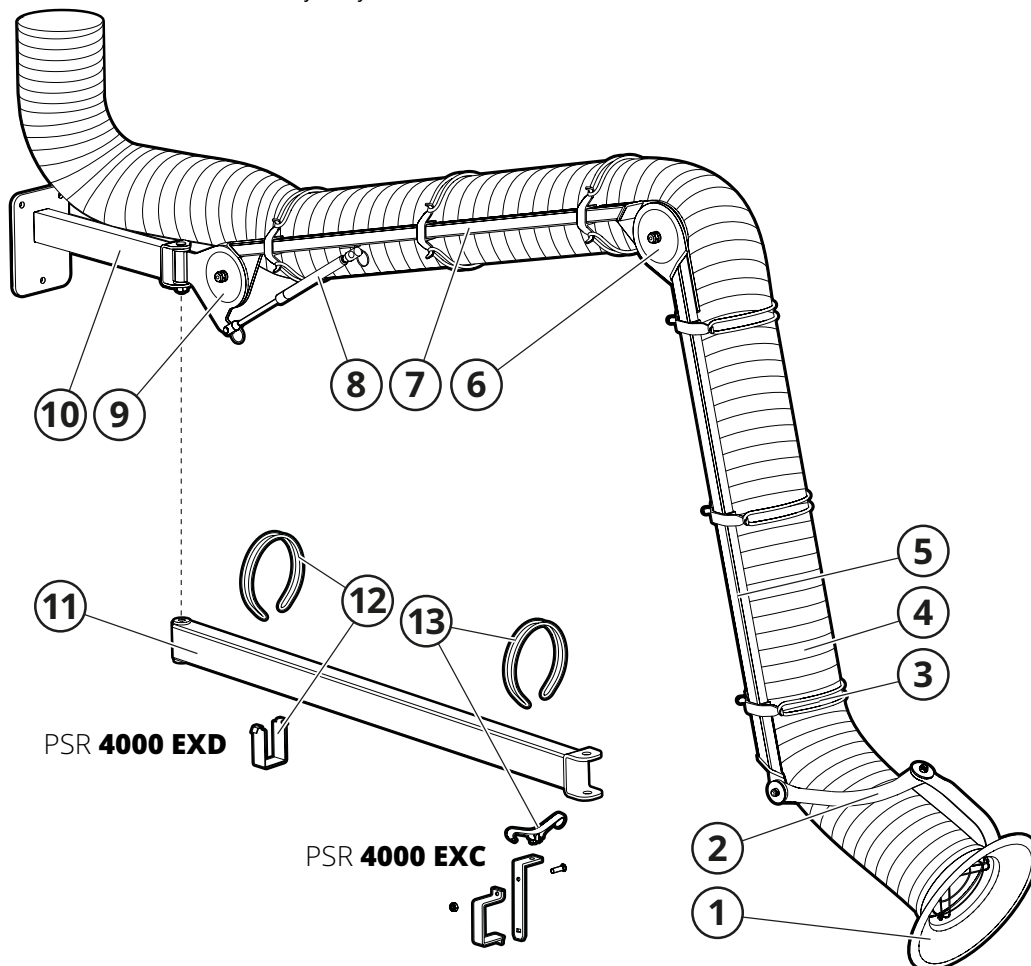

Fig. 2
Siehe **Fig. 2**.
Der Punktabsauger wird standardmäßig an einer Wandhalterung montiert (10, **Fig. 2**) und hat außenseitig angebrachte Tragarme (5, 7). Am oberen Gelenk (9) befindet sich eine Gasfeder (8), die das Eigengewicht des Arms ausgleicht. Der Armwiderstand wird am jeweiligen Gelenk geregelt (6, 9). Die Haube (1) ist für maximale Saugleistung ausgelegt und ideal zum Absaugen von Gas und Staub geeignet. Das Haubengelenk (2) lässt sich um 180+180° justieren. Der Schlauch (4) ist über die Fumex Q-MaiDTM Schlauchhalterung (3) am Arm angebracht.